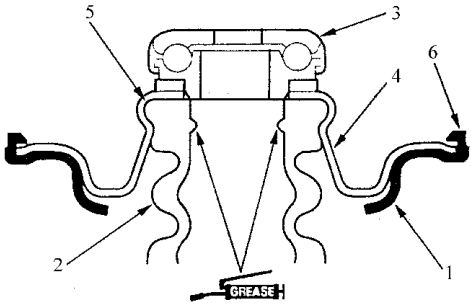

图 6-41 安装固定座
2) 使用上部弹簧座，如图 6-41 所示，来装配弹簧固定座、限位橡胶和减振器轴承。将限位橡胶限位块与上部弹簧座固定座上的凸起牢牢地安装好。给限位橡胶内侧的指示部分涂上硅酮润滑脂。